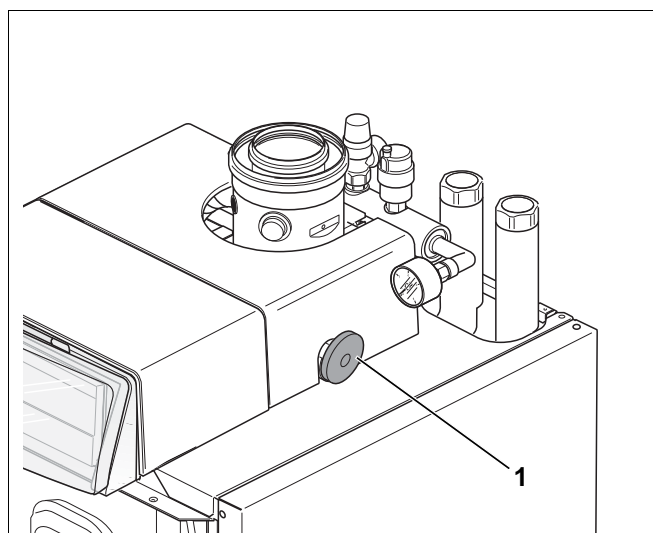

Fig. 5 Rubinetto d'intercettazione del gasolio
- Aprire il rubinetto d'intercettazione del gasolio (fig. 5, **pos. 1**), che si trova nella parte superiore della caldaia.